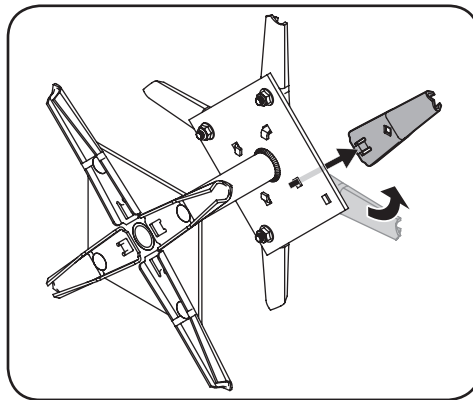

Figura 5-3
3. Gire el pincho hasta que la lengüeta del gancho se libere del dispositivo. Luego sáquelo hacia arriba para retirarlo. Vea la Figura 5-3.